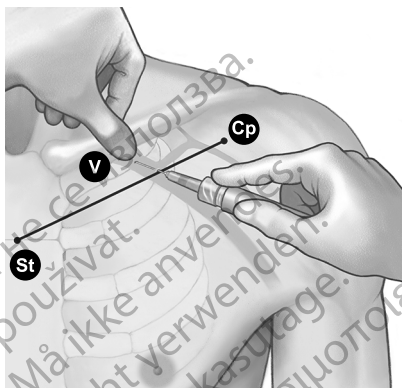

Figura 8. Ubicación del pulgar y entrada de la aguja
4. Oprima con el pulgar sobre el dedo índice y proyecte 1-2 centímetros por debajo de la clavícula para proteger el músculo subclavio de la aguja (cuando exista hipertrofia del músculo pectoral, el pulgar deberá proyectar unos 2 centímetros por debajo de la clavícula ya que el músculo subclavio estará también hipertrofiado) (Figura 8 Ubicación del pulgar y entrada de la aguja en la página 23).